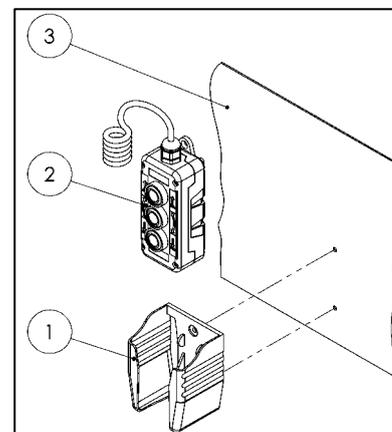

Fig. 46
- Monte el soporte (1) para el control de mano (2) en la pared del vehículo (3) utilizando, por ejemplo, 2 tornillos o adhesivo (ver Fig. 46).